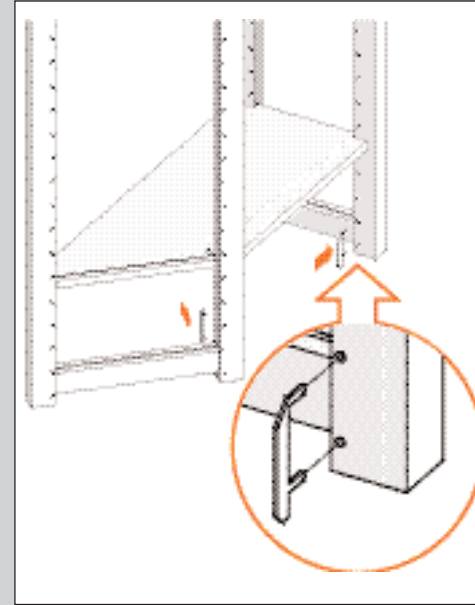

ABBILDUNG 50
3. Setzen Sie zwei Leistenhalterungen vom Typ A in die unteren beiden Löcher des Ständers ein (siehe Abb. 50).